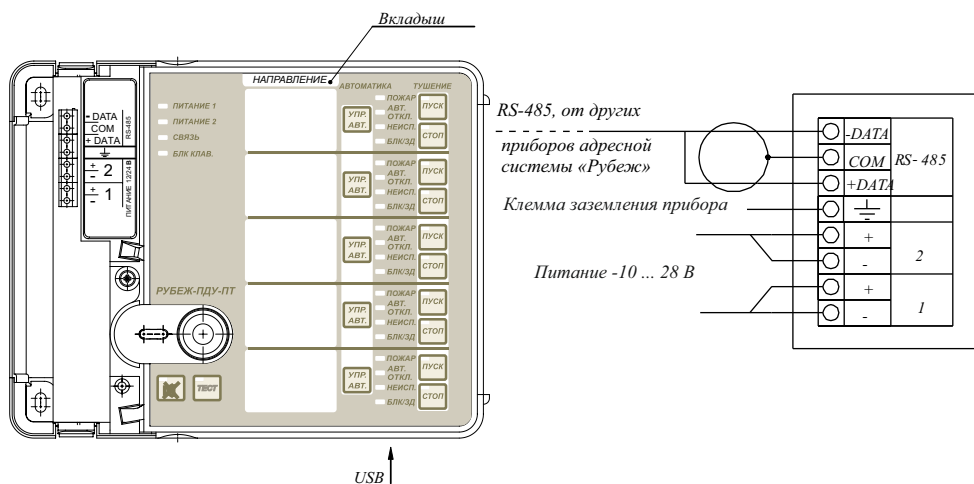

Рисунок 1 – Внешний вид и схема подключения прибора
5.9 Извлечь вкладыш (рисунок 1) и в столбце «Направление» вписать наименование зон контроля.